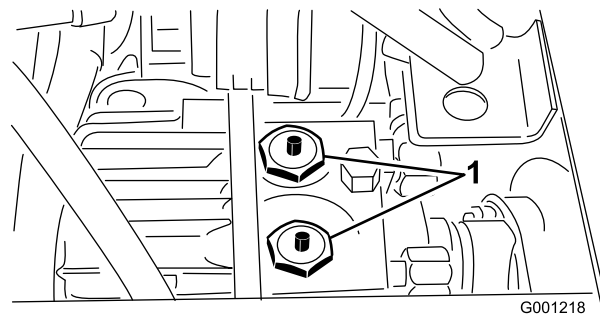

Figura 33
2. Pulse y mantenga pulsados los émbolos de los 2 conjuntos de válvula de desvío, situados encima de la transmisión (Figura 33) mientras empuja o remolca la máquina. Figura 33 En la ilustración de , el asiento y la placa de montaje del asiento han sido retirados.